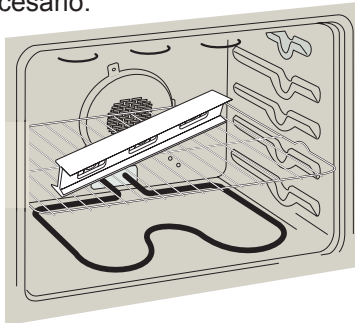

Figura 14
1. Instale una rejilla al centro del horno superior (vea la Figura 14).